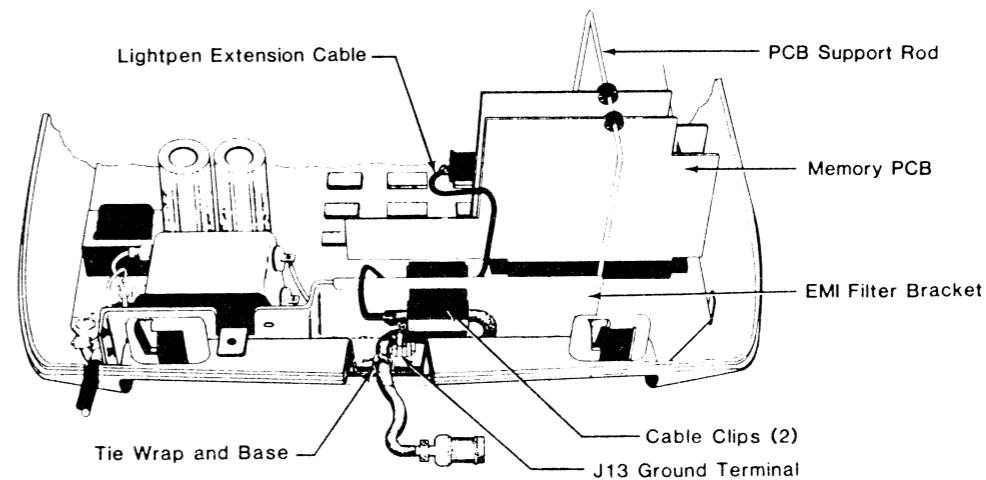
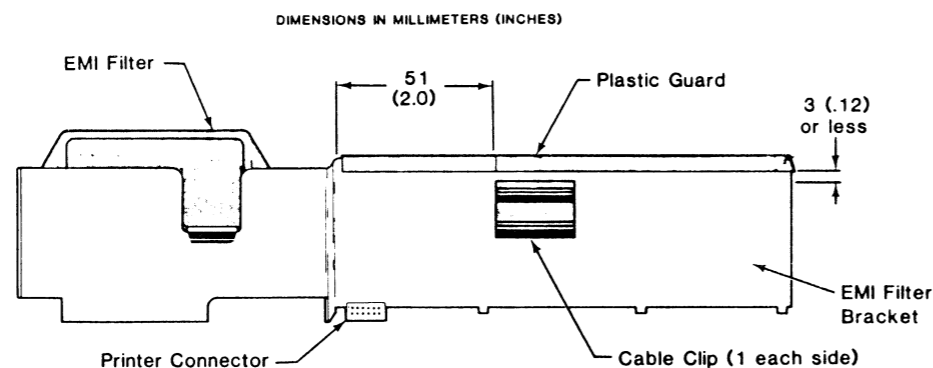

FIGURE 3. INSTALLED LIGHTPEN EXTENSION CABLE (VIEWED FROM REAR OF DISPLAY UNIT HOUSING)
FIGURE 4. LOCATION OF CABLE CLIPS ON EMI FILTER BRACKET (FROM REAR OF DISPLAY UNIT HOUSING)
- 13) THE TWO CABLE CLIPS SUPPLIED WITH THE LIGHTPEN KIT ARE USED TO HOLD THE LIGHTPEN EXTENSION CABLE IN PLACE ON THE EMI FILTER BRACKET AS SHOWN IN FIGURE 3. FIGURE 4 SHOWS THAT THE TWO CABLE CLIPS ARE MOUNTED DIRECTLY ACROSS FROM EACH OTHER ON EITHER SIDE OF THE EMI FILTER BRACKET. THE CLIPS ARE LOCATED TWO INCHES FROM THE BEND IN THE EMI FILTER BRACKET NEXT TO THE PRINTER CONNECTOR AND JUST BELOW THE PLASTIC GUARD RUNNING ACROSS THE TOP OF THE EMI FILTER BRACKET. PEEL THE TAPE OFF THE BACK OF THE TWO CABLE CLIPS AND INSTALL THEM AS SHOWN IN FIGURE 4.
- B) USING FIGURE 3 AS A GUIDE, PRESS THE FERRITE BEAD CLOSEST TO THE LIGHTPEN PCB CONNECTOR INTO THE CABLE CLIP FACING THE FRONT OF THE DISPLAY UNIT HOUSING. ADJUST THE LENGTH OF CABLE RUNNING OVER THE EMI FILTER BRACKET AS SHOWN IN FIGURE 3.
- D) LOCATE THE TIE WRAP BASE BELOW AND TO THE LEFT OF THE FERRITE BEAD JUST SNAPPED INTO PLACE (REFERENCE FIGURE 3). IF NECESSARY, LOOSEN THE SCREW SECURING THE TIE WRAP BASE TO THE MAIN LOGIC PCB AND ADJUST THE BASE SO IT IS POSITIONED AS SHOWN IN FIGURE 3. TIGHTEN DOWN THE SCREW SECURING THE BASE.
- E) CAREFULLY ROUTE THE LIGHTPEN-CONNECTOR-END OF THE CABLE BACK AROUND AND OVER THE GROUND TERMINALS AND TIE WRAP BASE AS SHOWN IN FIGURE 3.
- 16) USING FIGURE 3 AS A GUIDE, INSTALL THE LIGHTPEN PCB IN THE CONNECTOR DIRECTLY IN FRONT OF THE MEMORY PCB SO THE PCB COMPONENTS FACE THE FRONT OF THE HOUSING.
- 17) CONNECT THE LIGHTPEN EXTENSION CABLE TO THE LIGHTPEN PCB AS SHOWN IN FIGURE 3. THE CABLE CONNECTOR IS KEYED SO THAT IT WILL CONNECT TO THE PINS ON THE LIGHTPEN PCB IN ONLY ONE WAY.